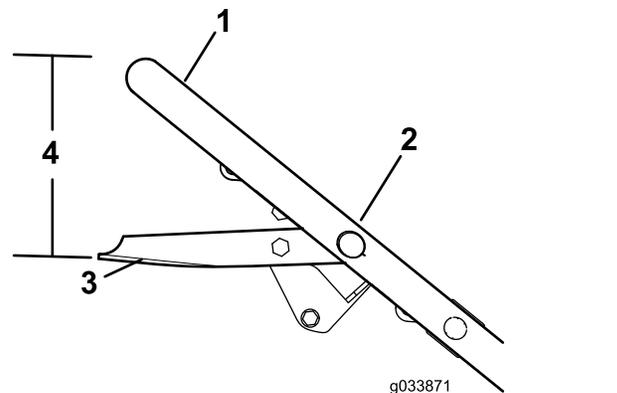

Figura 28
3. Sostenga la barra de control de las cuchillas a 19 cm (7 $\frac{5}{8}$ " ) desde la parte superior del manillar como se muestra en Figura 28.